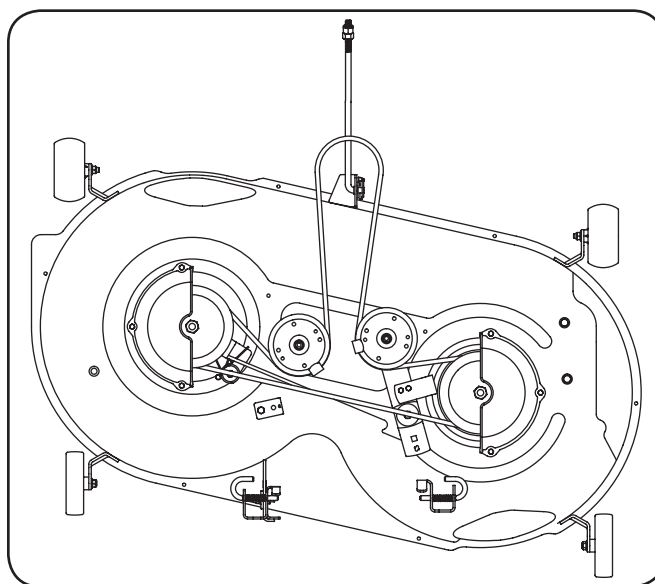

Figura 7-12
7. **En 46 "grupos:** Para colocar la nueva correa comenzar el cinturón alrededor de las dos poleas del husillo exterior, como se muestra en la figura. 7-12.
8. A continuación lleve el cinturón alrededor de las dos poleas locas de la plataforma como se muestra en la figura. 7-12.